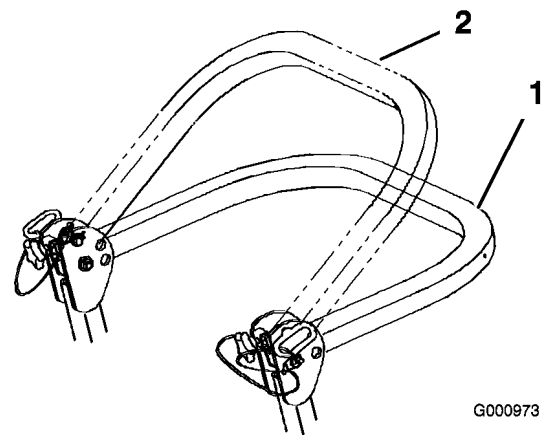

Figura 7
3. Coloque la barra anti-vuelco en la posición de bajada. Hay dos posiciones de bajada. Vea las posiciones en Figura 7.